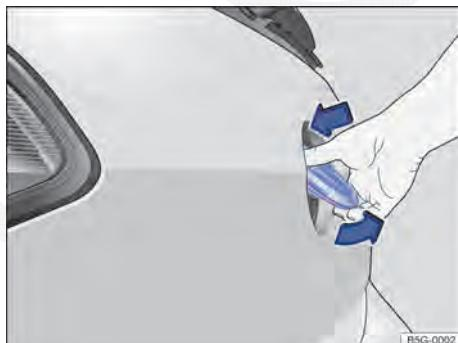

Fig. 36 Abrir a tampa traseira por fora.
- Com o polegar, pressionar a parte superior do logo Volkswagen ⇒ Fig. 36 e rebatê-lo para fora por baixo. Tocar com a mão embaixo do logo e levantar a tampa traseira.